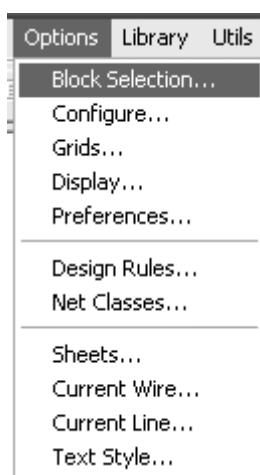

Рис. 3.4. Пункты меню **Options**
4. Далее следует провести настройку системы, максимально приближенную к ЕСКД (настройка толщины линий, типа шрифта и его размеров и т.д.). Для этого следует вызвать команду текстового меню **Options** (Настройки) (рис. 3.4), после чего: